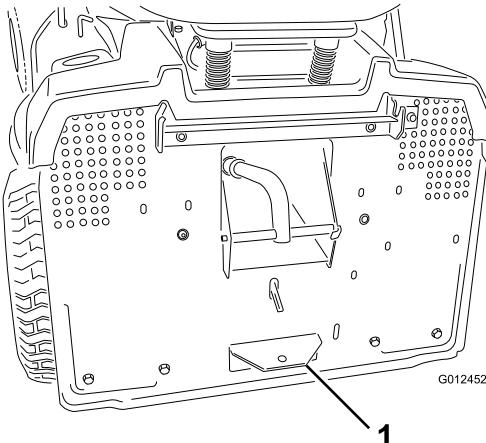

Figura 19
- Montate l'accessorio sul gancio di traino, situato in basso sul retro della macchina (Figura 19).